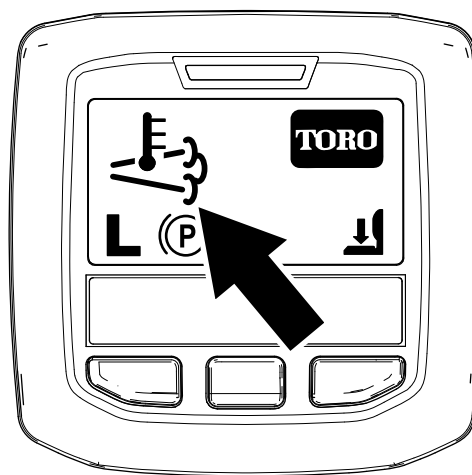

Рисунок 48
- Значок высокой температуры выхлопа отображается на экране инфо-центра (Рисунок 48).